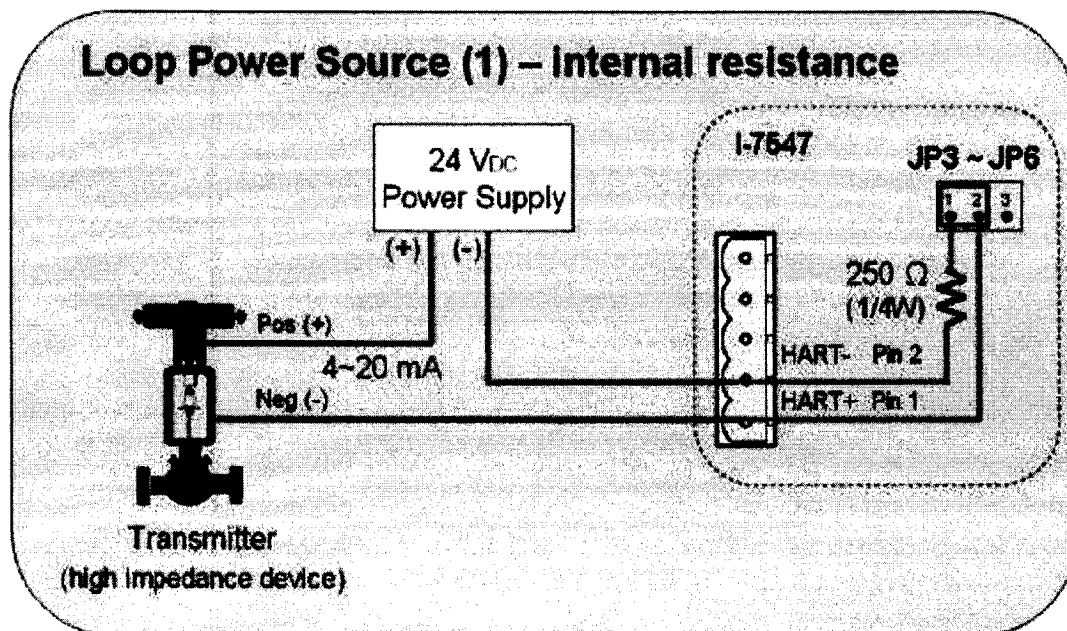

Рисунок 1
1. Внутренний резистор 250 Ом включён на преобразователе (рис. 1):